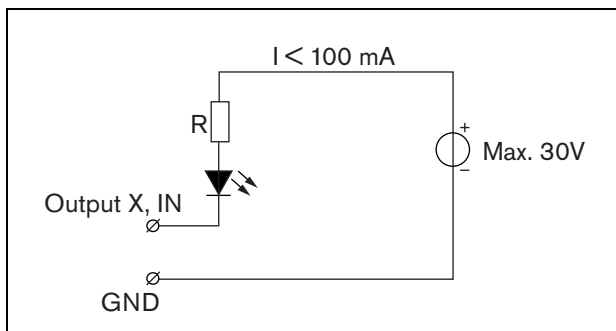

Abbildung 19.5: Extern versorgte LED
- Lampe mit externer Stromversorgung oder LED. Siehe Abbildung 19.5 für ein Anschlussschaltbild.
Der Wert des Widerstands R in Abbildung 19.5 hängt von der Spannung der externen Quelle, der Durchlassspannung der LED und dem Strom ab, der durch die LED fließt: